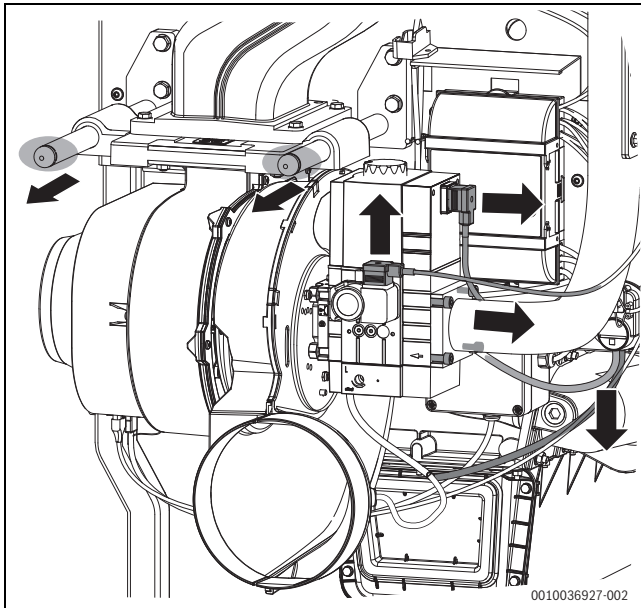

Fig. 57 Desmontar queimador
- ▶ Retirar as mangueira do controlador de pressão diferencial (→ fig. 57).
- Remover a ficha do dispositivo de controlo do gás (→fig. 57).
- Retirar as mangueira do controlador de pressão diferencial (→fig. 57).
- Retirar os 4 parafusos no flange do tubo de alimentação de gás (→fig. 57).
- Remover o-ring no parafuso guia da base do queimador (→fig. 57).